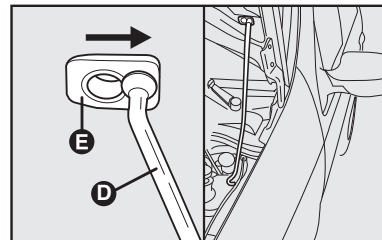

fig. 106
- 4) introduzir a extremidade da vareta **D** na abertura **E** do capô do motor e deslocá-la no sentido da seta fig. 106.
- 1) manter levantado o capô com uma mão e, com a outra, tirar a vareta **D**-fig. 106 da abertura **E** e repô-la no seu dispositivo de bloqueio;